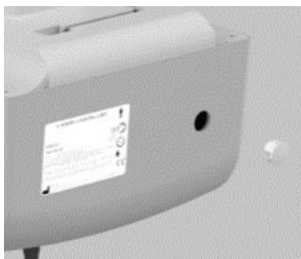

Figure 6 : Capuchon circulaire
2. Localisez le petit capuchon circulaire sur le côté du lève-personne (Figure 6).